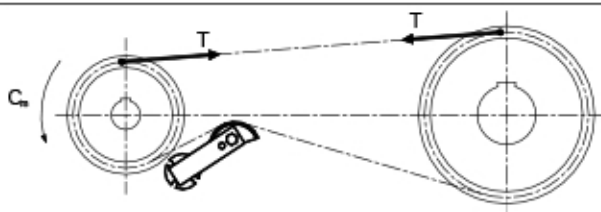
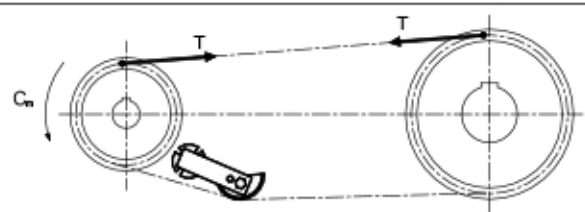
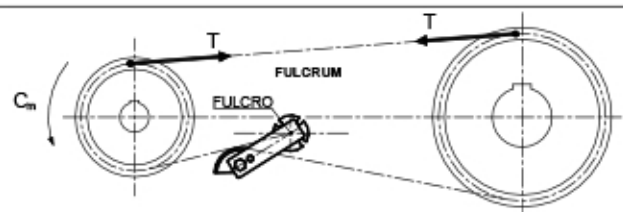

Fig 2 MONTAGGIO CORRETTO (CONSIGLIATO!)
Fig 3 MONTAGGIO CORRETTO
Fig 5 MONTAGGIO ERRATO!
① L'usura delle superfici in contatto tra loro di una catena (penni, bussole, e rulli) durante il suo funzionamento, crea un maggior gioco e il relativo allungamento della catena, che quando è eccessivo può provocare: minor angolo di avvolgimento, mancanza di costanza del rapporto di trasmissione, anomalo contatto fra i rulli della catena ed i denti del pignone, usura precoce, alta rumorosità, vibrazioni, salto del dente, uscita della catena dalla trasmissione e nei casi estremi rottura della catena. Inevitabile risulta, quindi, equipaggiare la trasmissione di un tendicatena automatico, che permetta di recuperare gli allungamenti e assorbire costantemente le vibrazioni. I tendicatena automatici a rotazione devono essere posizionati sul tratto lento della trasmissione il più vicino possibile al pignone motore. Essi possono essere montati sia esternamente alla trasmissione (fig 2) sia internamente (fig 3) privilegiando se possibile il primo caso. I tenditori automatici a rotazione presentano un punto di rotazione, detto fulcro, su cui il braccio del tenditore agisce andando a tendere la catena o la cinghia. E' estremamente importante che il tenditore venga posizionato in maniera tale che il suo fulcro non sia mai sulla direzione della retta d'applicazione della forza della catena (fig 5), così che non possa mai impuntarsi.
It is therefore inevitable to equip the transmission with an automatic chain tightener, which allows the recovery of stretching and constantly absorbs vibrations. Automatic rotation chain tighteners must be positioned on the loose part of the transmission, as close as possible to the motor pinion. They may be fitted either on the outside of the transmission (fig 2) or on the inside (fig 3), preferably the former, if possible. Automatic rotation tighteners present a point of rotation, known as the fulcrum, on which the arm of the tightener acts, thus tightening the chain or belt. It is extremely important to position the tightener in such a way that its fulcrum is never in the direction of the line of application of the chain force (fig 5), so that it can never get stuck.
Es ist deshalb notwendig, den Antrieb mit einem automatischen Kettenspanner auszustatten, der ein Ausgleichen der Kettenverlängerung ermöglicht und konstant die Vibrationen absorbiert. Die automatischen Rotationsspanner müssen auf einem langsamen Abschnitt vom Antrieb montiert werden, und zwar so nahe wie möglich am Antriebsritzel. Sie können sowohl außerhalb vom Antrieb (Abb. 2) als auch innerhalb vom Antrieb (Abb. 3) montiert werden, wobei der externen Montage der Vorzug gegeben werden sollte. Die automatischen Rotationsspanner weisen einen Drehpunkt auf, den sogenannten Schwenkpunkt, auf den der Arm vom Spanner einwirkt, um die Kette oder den Riemen zu spannen. Es ist deshalb sehr wichtig, dass der Spanner so positioniert wird, dass sein Schwenkpunkt auf keinen Fall auf einer Linie mit der Kraftanwendung der Kette liegt (Abb. 5), damit er sich nicht verklemmen kann.